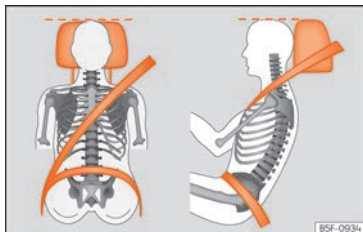

Fig. 4 Banda del cinturón y apoyacabezas ajustados correctamente.
- Ajuste el apoyacabezas de modo que el borde superior quede, en la medida de lo posible, a la altura de la parte superior de la cabeza, en ningún caso por debajo de los ojos. Mantenga la nuca lo más cerca posible del apoyacabezas »» fig. 4.